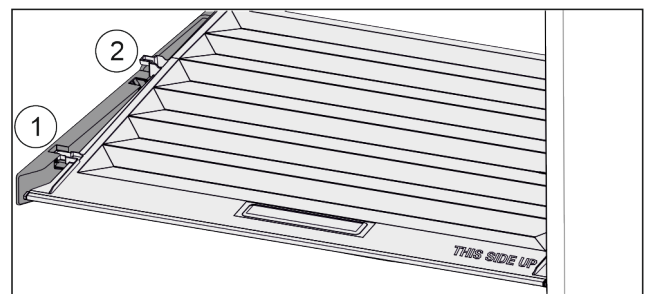

Fig. 51
- ▶ Deksel tot de opening in de vasthoudelen naar voren trekken Fig. 51 (1).
- ▶ Aan de achterkant vanaf de onderkant omhoog tillen en vanaf de bovenkant verwijderen Fig. 51 (2).